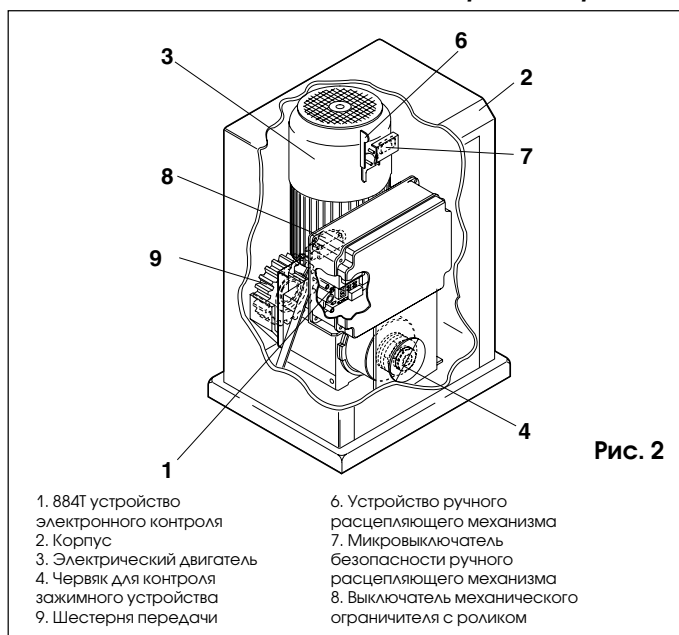
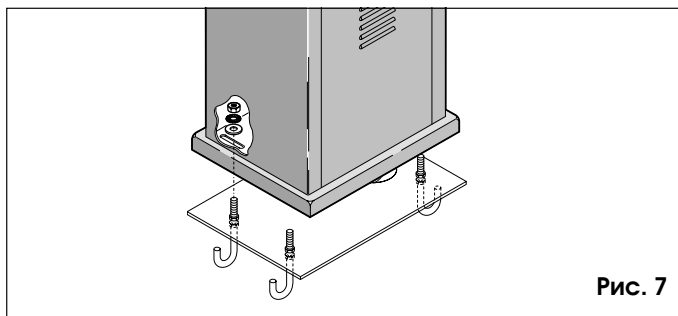

Рис. 2
Рис. 7
- 1) Снимите корпус (2, рис. 2) и установите двигатель редуктора на монтажное осно-вание. Установите, не затягивая, шайбу, резную шайбу и гайку как показано на рис. 7.
Двигатель оснащен электрическим выключателем (рис. 2 – ссылка 7), активизирующимся при переводе электропривода в ручной режим работы. При активном состоянии расцепителя работа двигателя запрещается.